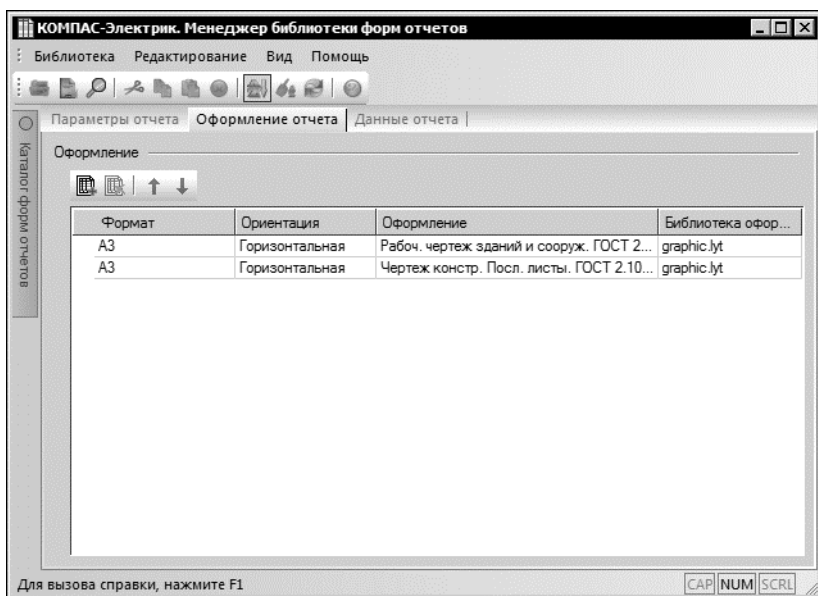

Рис. 14.2. Вкладка **Оформление отчета**
- ▼ **Оформление отчета** (рис. 14.2 на с. 243),
Выбор стиля оформления листов документа, а также их формата и ориентации осуществляется во вкладке **Оформление отчета** (рис. 14.2) диалога заполнения формы.